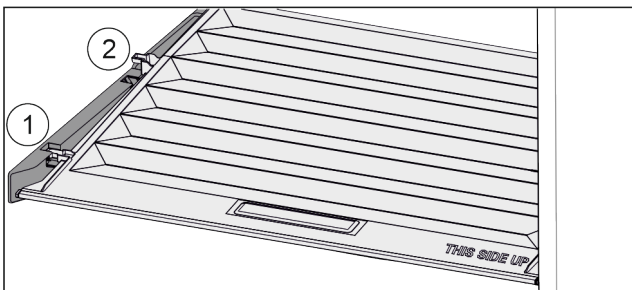

Fig. 45
- ▶ Кришку до отвору в деталях для підтримки потягнути вперед Fig. 45 (1).
- ▶ Підняти ззаду знизу та вийняти Fig. 45 (2) вгору.